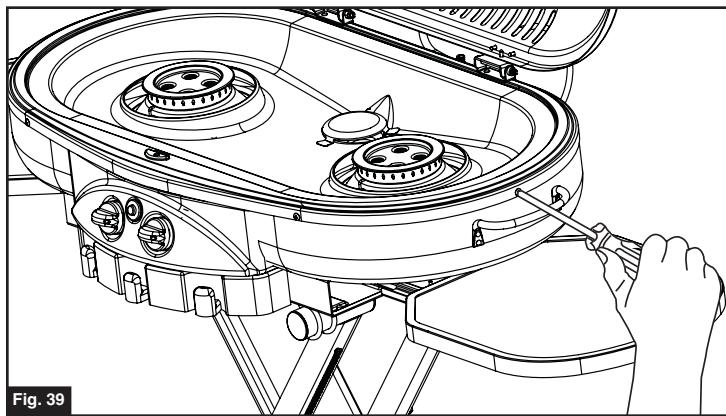

Fig. 39
3. Usando un destornillador, quite los tornillos que aguantan la superficie de cocinar y póngalos a un lado. (Fig. 39)